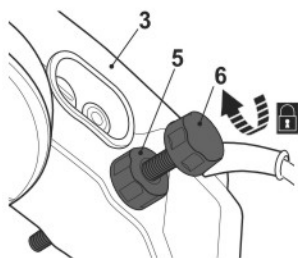

Fig. 3
- > Enrosque el tornillo de control de profundidad (6) con el dispositivo de control de profundidad (5) en el alojamiento del motor (3) (Fig. 3).